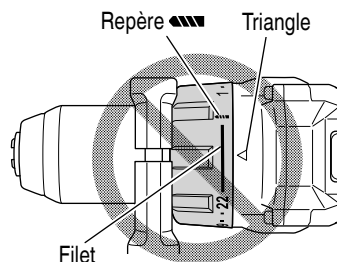

Fig. 16
- (1) En mode visseuse, alignez l'un des chiffres du sélecteur "1, 4, 7 ... 22" ou le point avec le repère triangulaire sur le corps.
- (2) En mode perceuse, alignez le symbole du foret "▲" sur le sélecteur de débrayage avec le repère triangulaire sur le corps.
- N'utilisez pas l'outil avec le sélecteur de débrayage positionné entre le chiffre "22" et la ligne au centre du symbole du foret "▲", vous risqueriez de l'endommager (Voir Fig. 16).